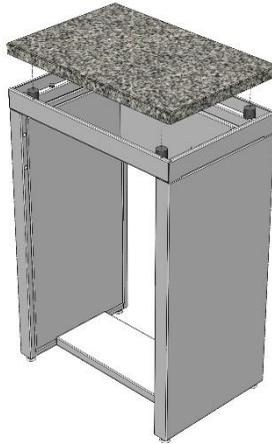

Рис. 3. Установка рабочей поверхности
- 6.5. Положить гранитную плиту на виброопоры (Рис. 3).